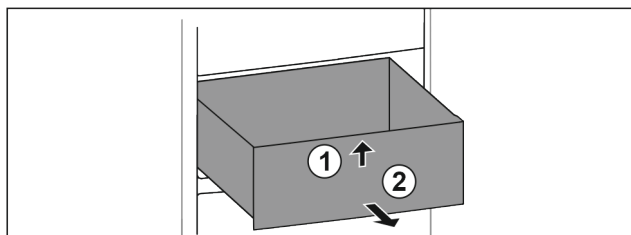

Fig. 62
- ▶ Nadvihnite zásuvku vpred. Fig. 62 (1)
- ▶ Odoberte zásuvku dopredu. Fig. 62 (2)